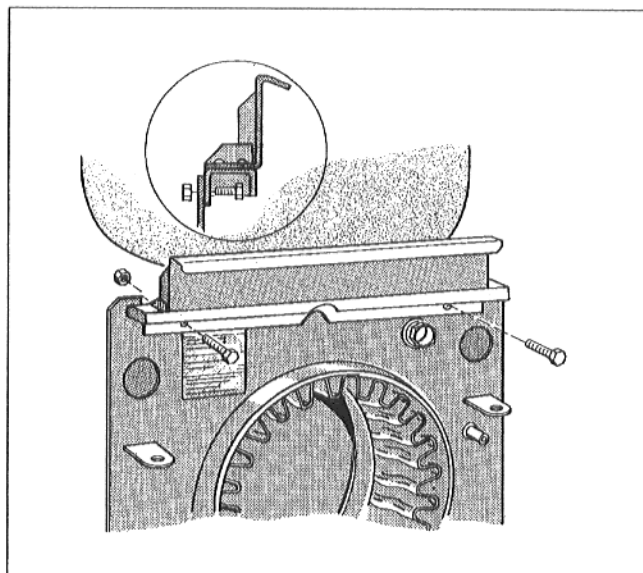

Fig. 5
- Avvitare la traversa in alto al pannello anteriore e alla parete posteriore del corpo caldaia (Fig. 5+6).
Indicazioni: Avvitare la traversa con l'asta di fermo inchiodata al pannello anteriore (Fig. 5).